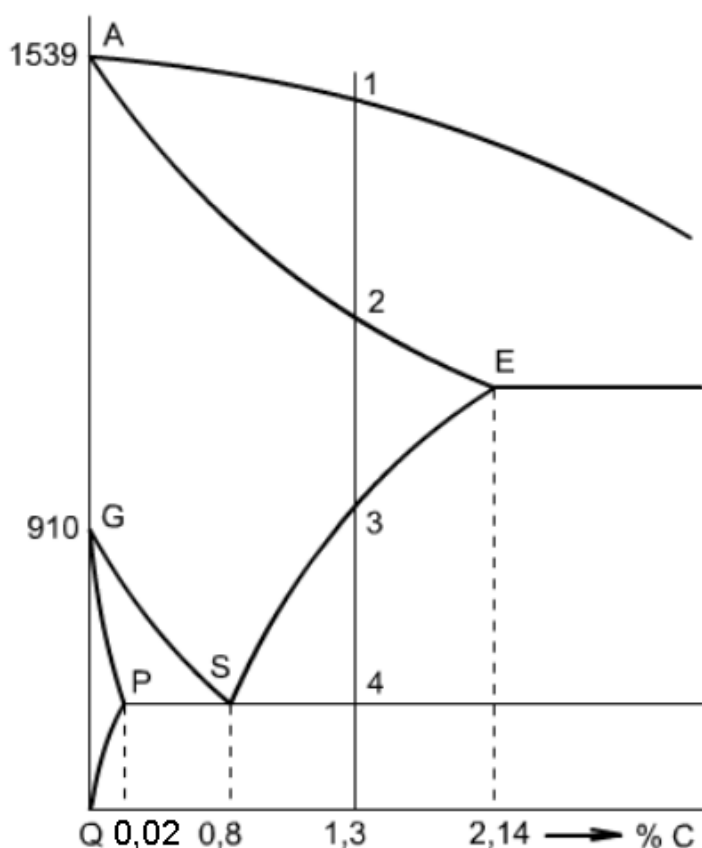

Рис. 5.2. Фрагмент диаграммы состояния Fe – Fe₃C с нанесенной ординатой состава сплава, содержащего 1,3 % C.
3. Подробно описать изменения структуры при медленном охлаждении контрольного сплава. Варианты контрольных сплавов указаны в табл.5.1. Фрагмент диаграммы с контрольным сплавом изображен на рис. 5.2.